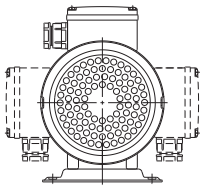

Fig.2
- 2.2.4 本產品馬達接線盒為可移動設計，如下圖 Fig.2 所示；調整步驟首先將馬達及泵浦間固定螺絲拆下後再轉泵浦至預定位置，再將固定螺絲鎖緊並將風罩裝回即可。